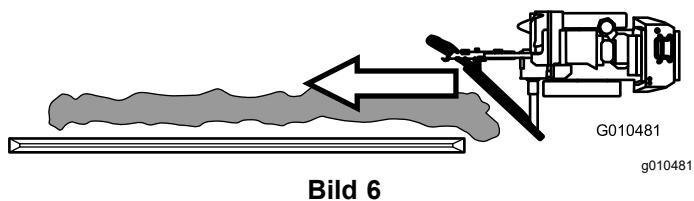

Bild 6
1. Fahren Sie den Grabenfräsen mit montiertem Planierschild an das Ende des Grabens; das Planierschild sollte direkt hinter dem Haufen ausgegrabener Erde sein, sodass das linke Ende des Planierschildes sich mit der rechten Seite des Grabens überschneidet (Bild 6).